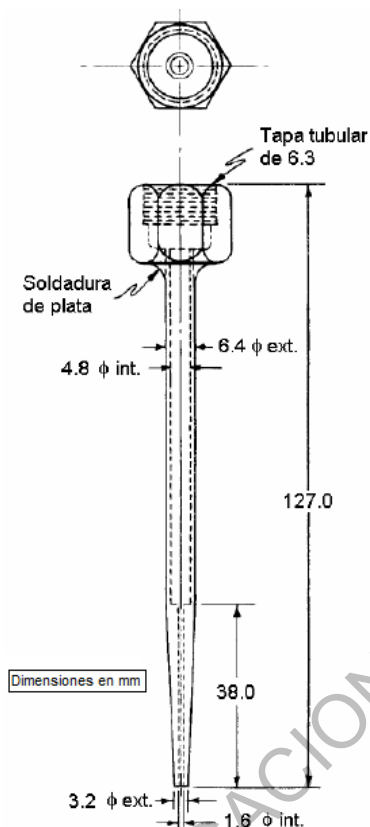

Figura 714 - 2. Pipeta de extracción para usar con el viscosímetro Saybolt
- 5.4** Soporte para termómetro – Igual o similar al mostrado en la Figura 714 - 3.